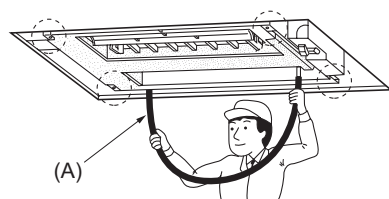

Fig. 3-8
- Compruebe que las cuatro esquinas estén niveladas mediante un nivel de burbuja o un tubo de plástico sin obstrucciones con agua en su interior. (Fig. 3-8)